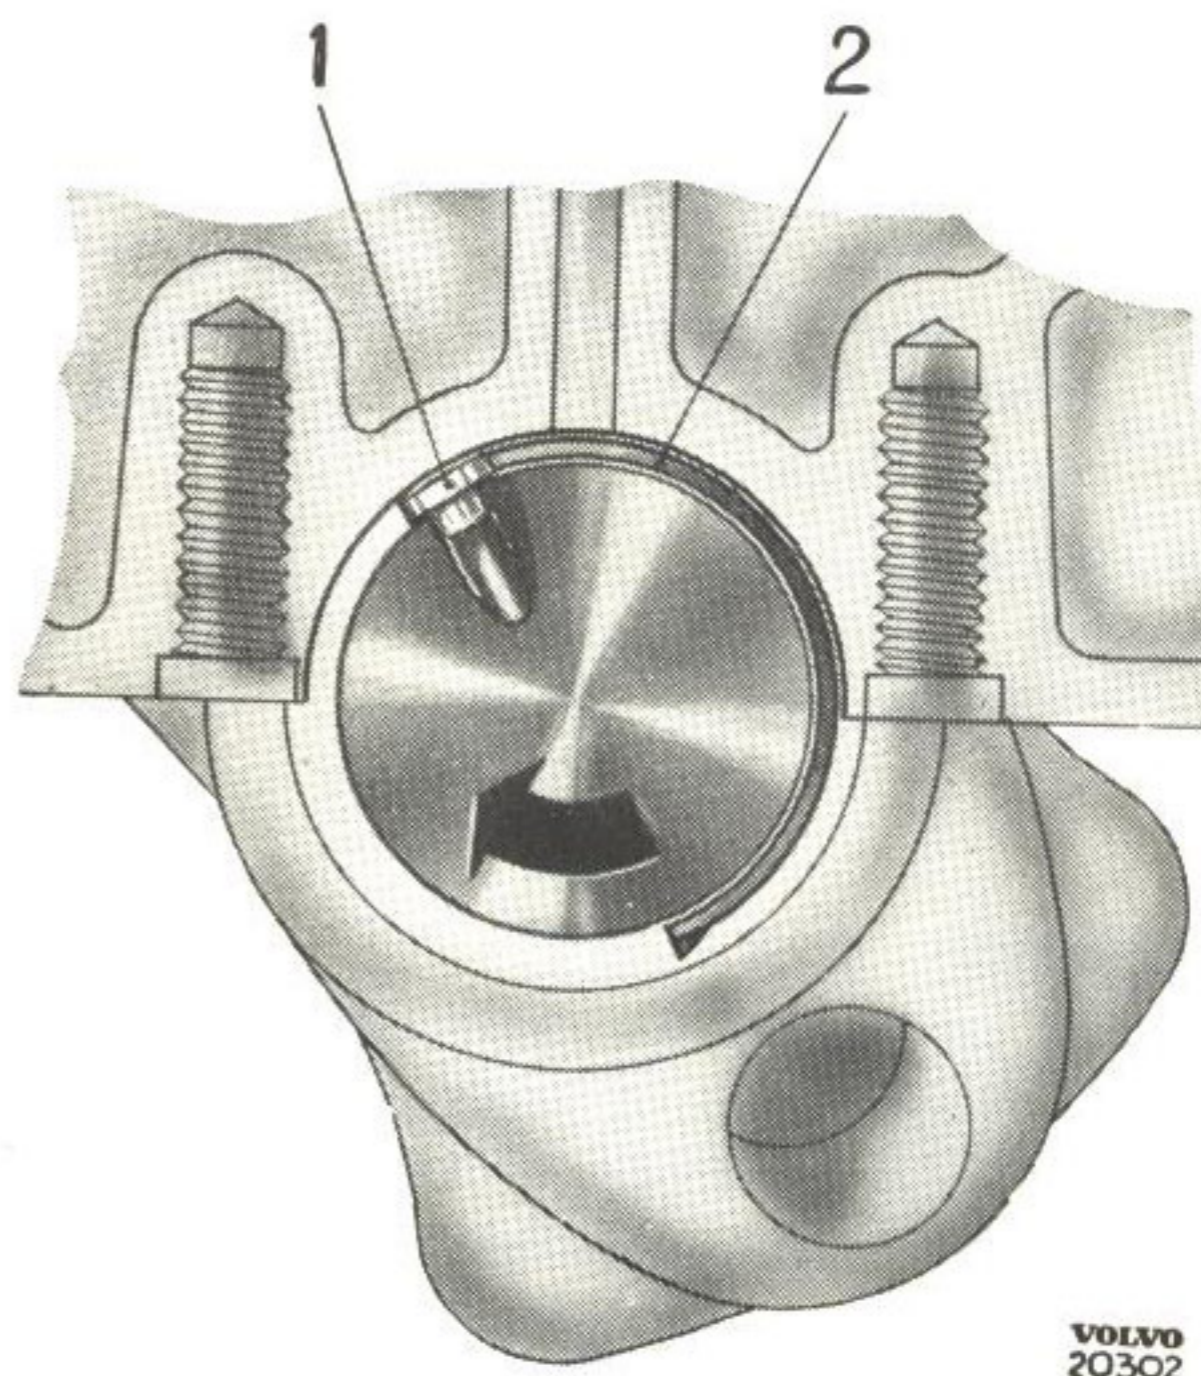

Bild 22. Demontering av ramlagerskål.
Övre ramlagerskål tages bort genom att ett stift (1, bild 22) sättes i oljekanalerna, varefter vevaxeln vrides i vanlig rotationsriktning. Lagerskålen (2) följer härvid med runt och kan tagas bort. Kontrollera lagertappen med hjälp av en indikator vars mätpets anbringas mot tappens, varefter axeln vrides. Är ovaliteten större än 0,05 mm måste vevaxeln demonteras och slipas.